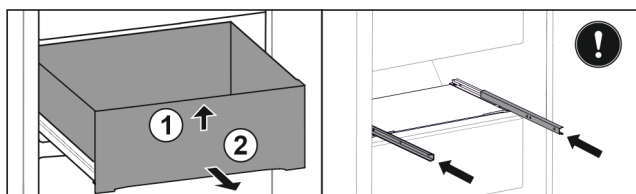

Fig. 147
- ▶ Podignite ladicu sprijeda. Fig. 147 (1)
- ▶ Izvadite ladicu prema naprijed. Fig. 147 (2)